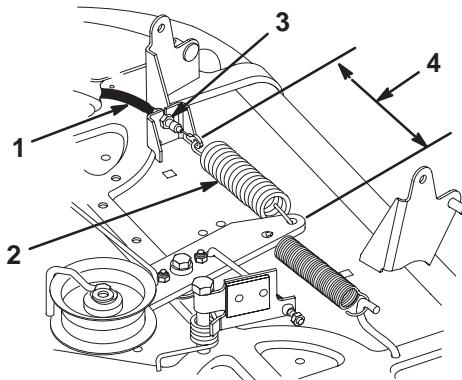

Figure 45
20. Mesurez l'écart entre les crochets des extrémités du ressort de galet tendeur (Fig. 45).
21. Le cas échéant, réglez les écrous de blocage pour obtenir un écart de 150 mm (Fig. 45).